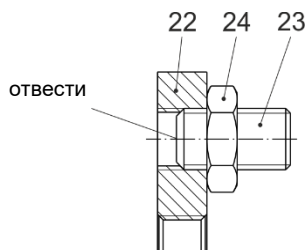

Рис. 14
1. ослабить контргайку (24).
2. штифт с резьбой (23) отвести, Рис. 14.